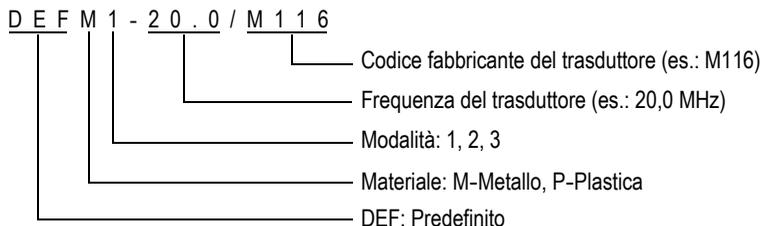

Figura 5-3 Selezione della configurazione predefinita di un trasduttore a singolo elemento
- c) Nella schermata **PREDEFINITO** del tipo di trasduttore che si usa (vedere l'esempio nella Figura 5-3 a pagina 73), nell'elenco di configurazioni predefinite disponibili, selezionare la configurazione per il trasduttore che si vuole usare.